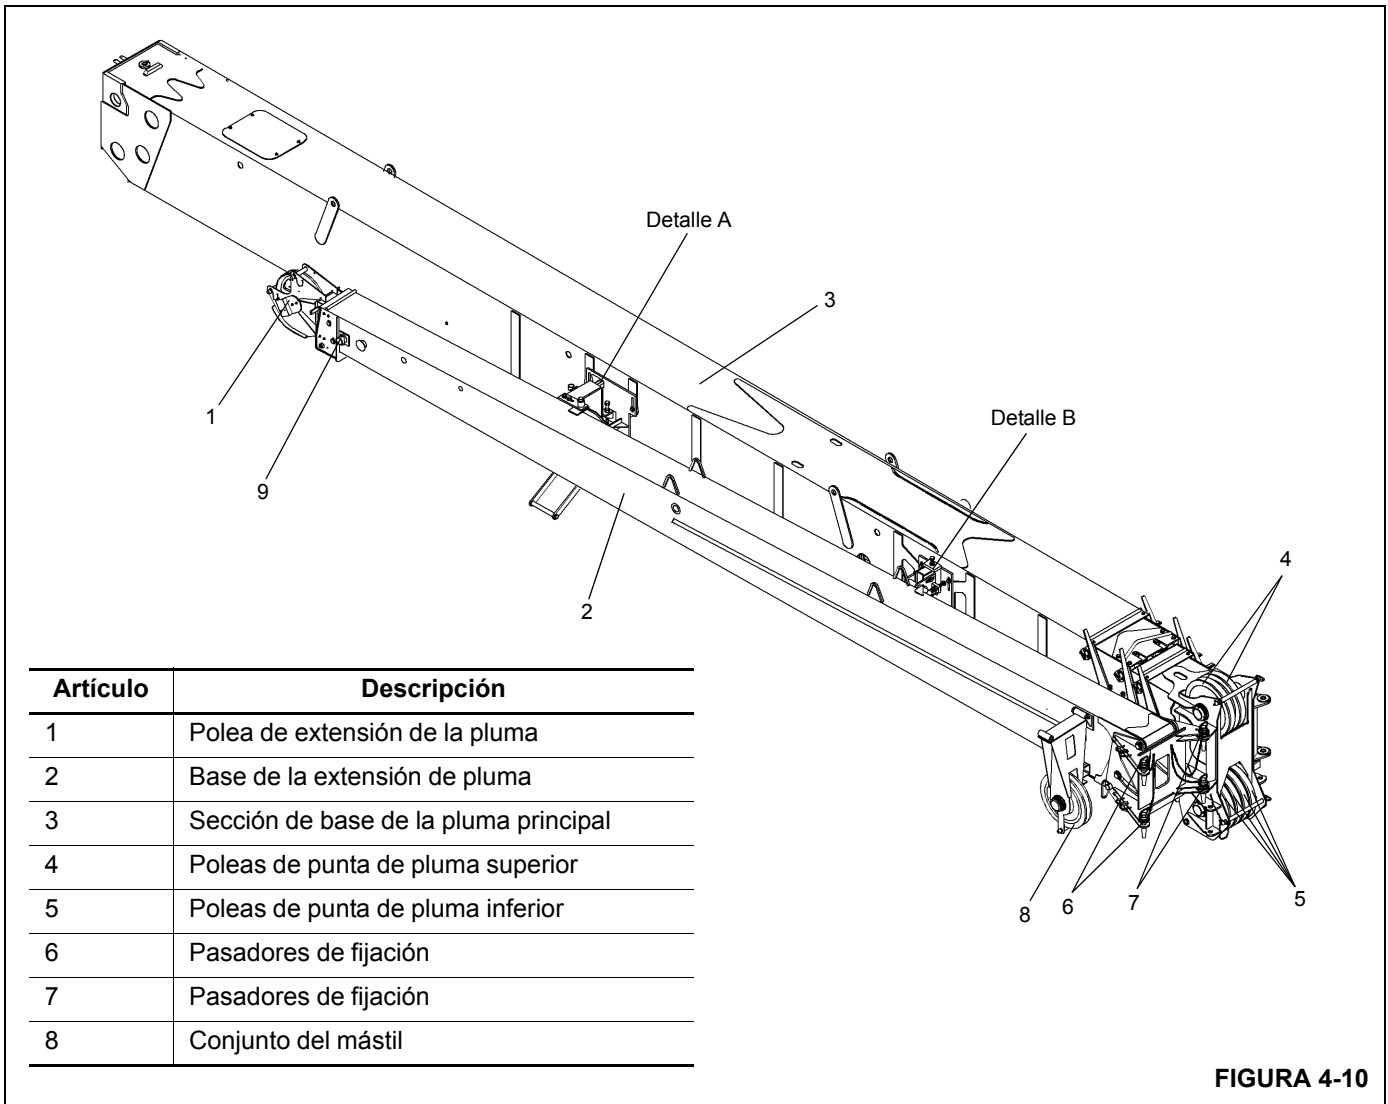

FIGURA 4-10
4. Saque las pinzas de retención de los pasadores de fijación derechos (6) (Figura 4-7) (Figura 4-10) que están almacenados en la base de la extensión de pluma y saque los pasadores de fijación de la extensión (2) (Figura 4-7) (Figura 4-10). Inserte los pasadores de fijación del lado derecho a través de los adaptadores de fijación de la pluma y de anclaje de la extensión de pluma. Instale las pinzas de retención en los pasadores de fijación.